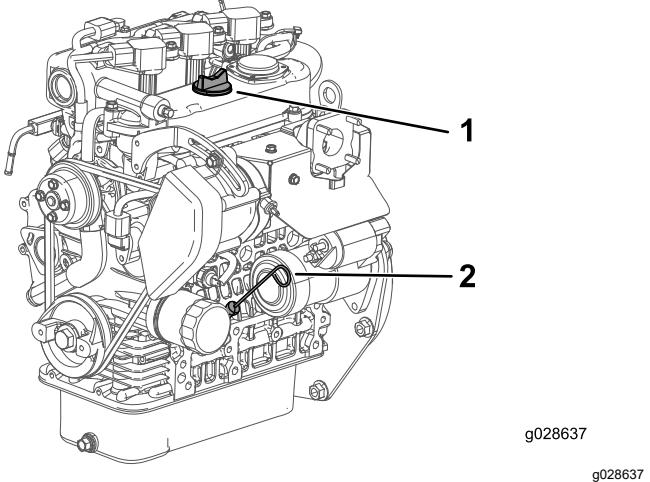

図15
2. ディップスティックを抜ききれいなウェスで一度拭く図15。
3. ディップスティックを、チューブの根元までもう一度しっかりと差し込む図15。
4. ディップスティックをもう一度抜きとてオイルの量を点検する図15。
5. オイルの量が不足している場合は、補給口のキャップ図15を取り、ディップスティックのFULLマークまで補給する。
6. ディップスティックをしっかりと差し込んで終了図15